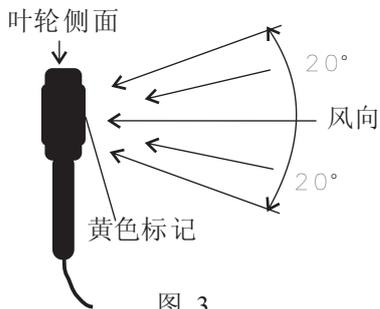

图. 3
- c. 把叶轮放到气流中，让标有黄色标记的一端面对气流，如图3所示。
- d. 将叶轮按图3所示，置于被测气流中，显示器上的读数即为风流量值。流量公式如下：
- b. 将叶轮按图3所示，置于被测气流中，显示器上的值即为风力等级。